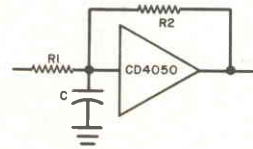

Fig. 12 - Circuito CMOS per eliminare i disturbi impulsivi.
9) - Un dispositivo separatore CMOS (CD 4010, CD 4050) può essere impiegato come soppressore di impulsi indesiderati, come circuito di ritardo, e perfino come soppressore dei disturbi provocati dal rimbalzo dei contatti di un interruttore, ricorrendo al circuito il cui schema elettrico è disegnato nella fig. 12. Il valore del resistore di controreazione R2 determina l'isteresi del circuito (il funzionamento come trigger di Schmidt), mentre quello della costante di tempo di R1/C stabilisce l'entità del ritardo. ★